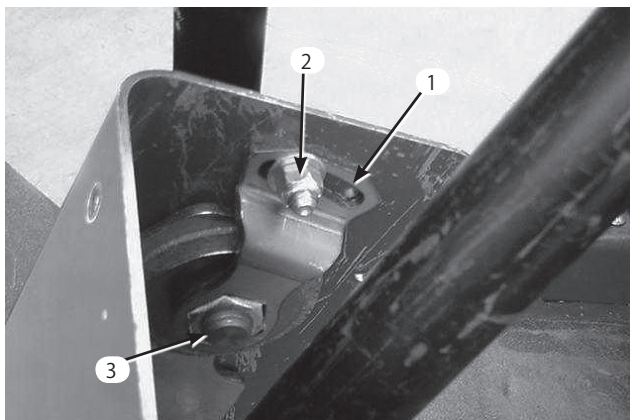

図62
2. カバーを上をスライドさせてピボット・ブラケットを露出させる(図62)。
3. 小さいナットをゆるめ、大きいナットが締まるまでピボット・ブラケットを回す(図62)。小さいナットを締める。